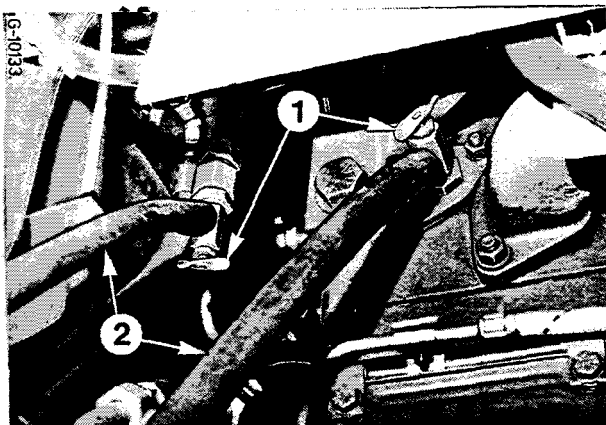

Figure 13
2 - Ouvrez les 2 robinets (1) Fig. 13 du circuit de chauffage. Fermez-les lorsque le chauffage n'est pas utilisé.